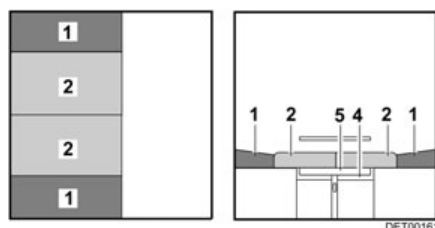

Fig. 78 Después de la transformación
- Tirar de los cojines del asiento (Fig. 78,2) hacia el centro.
- Colocar los cojines del respaldo (Fig. 78,1) entre los cojines del asiento y la pared.